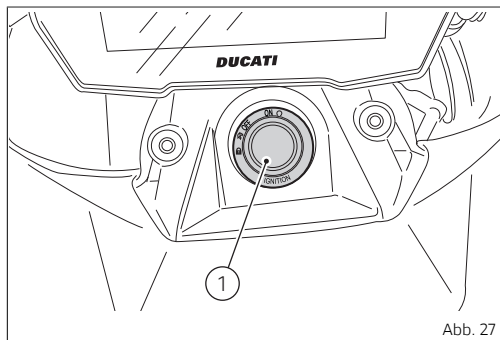
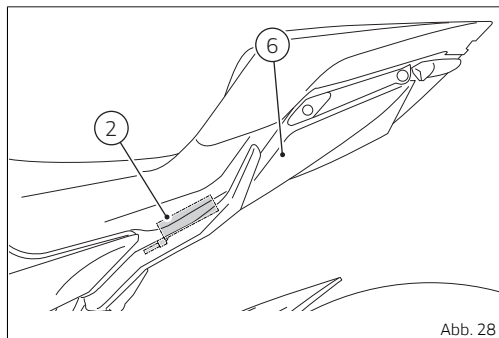

Abb. 27
Abb. 28
Die (Abb. 27 S.61) gibt die Position des Hands-Free-Blocks (1) und (Abb. 28